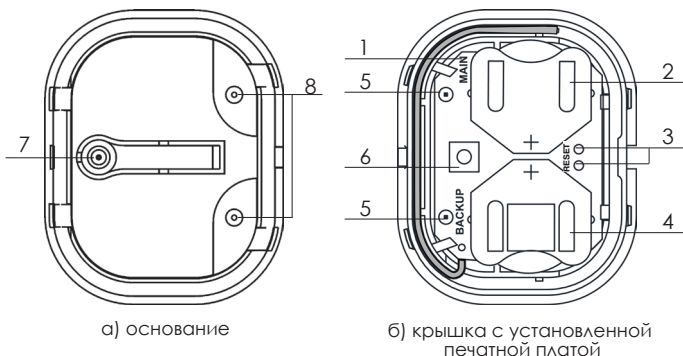

Рисунок 2 – Конструкция «Ri-FD-1»
Датчик состоит из следующих элементов (рисунок 2): основания корпуса с вскрываемым крепёжным отверстием (7) и отверстиями под сенсорные выводы (8), и крышки корпуса с установленной печатной платой (1).
- держатель (2) основной батареи;
- контакты RESET (3);
- держатель (4) резервной батареи;
- сенсорные выводы с установленными уплотнительными резинками (5);
- датчик вскрытия (6).